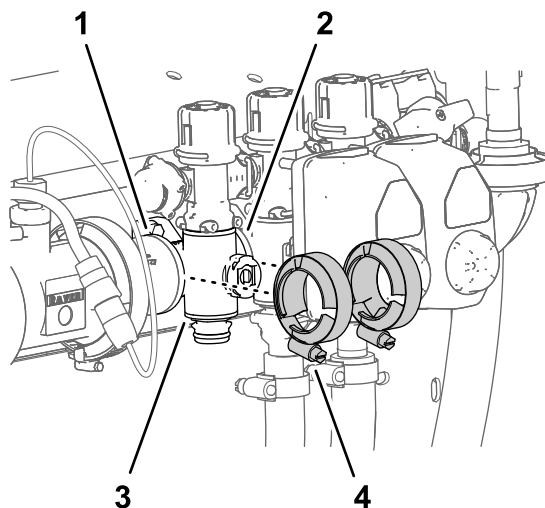

Figura 121
3. Rimuovete i 2 morsetti flangiati che fissano la valvola del collettore della sezione alle flange dei componenti vicini (Figura 121).